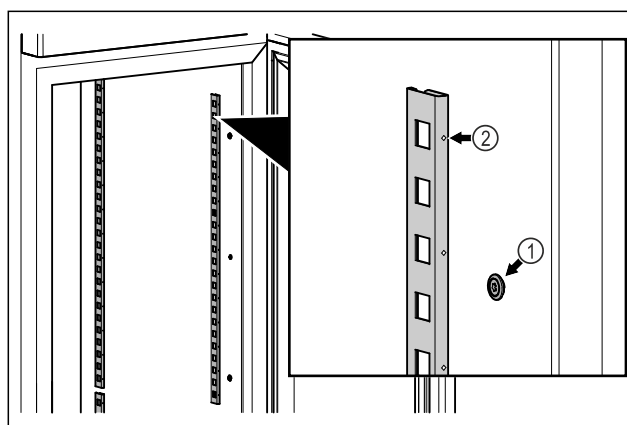

Fig. 15 例图
- ▶ 让止动条挂在悬挂装置 Fig. 15 (1) 上。标记 Fig. 15 (2) 必须指向前方。